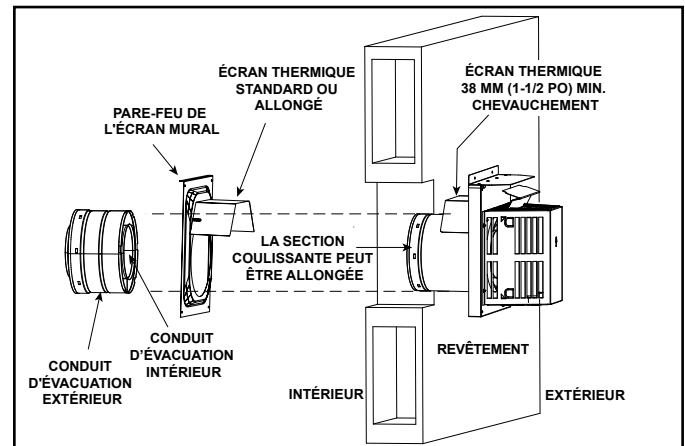

Figure 7.15 Évacuation à travers le mur
- **NE PAS** enlever les écrans thermiques fixés à l'écran pare-feu du mur et au chapeau de l'extrémité (présenté à la figure 7.15).
L'écran thermique est en deux parties. L'une des parties a été fixée à l'écran mural pare-feu lors de la fabrication. L'autre partie a été fixée au chapeau de l'extrémité lors de la fabrication. Voir la figure 7.15.